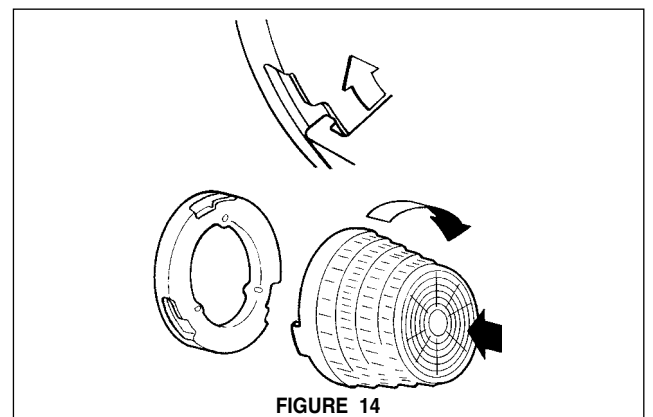

FIGURE 14
3. Deux **Filtres au Charbon** sont requis pour les installations sans conduit (pièce nos 6093032) et doivent être posés avant que les filtres pour la graisse ne soient remplacés. Les filtres au charbon se placent à chaque extrémité du ventilateur. Voir **FIGURE 14**.